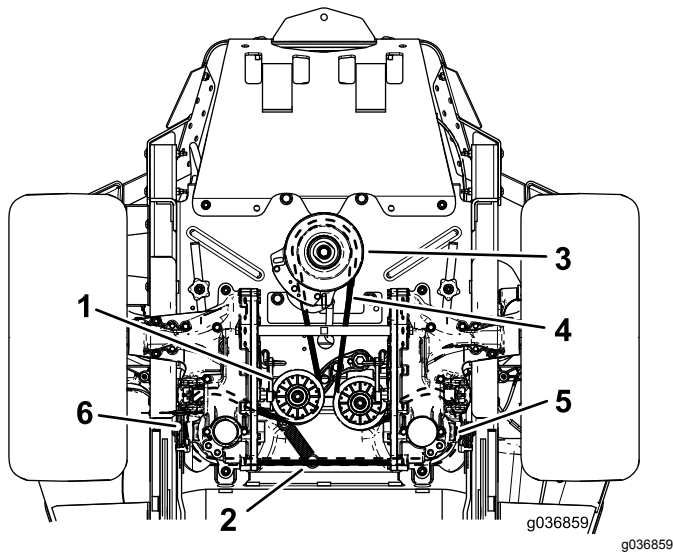

Figura 64
4. Levante la máquina y apóyela sobre gatos fijos (Figura 64).
6. Retire el muelle tensor del espárrago (Figura 64).
8. Instale la correa nueva alrededor de la polea del motor y de las 2 poleas de la bomba hidráulica (Figura 64).